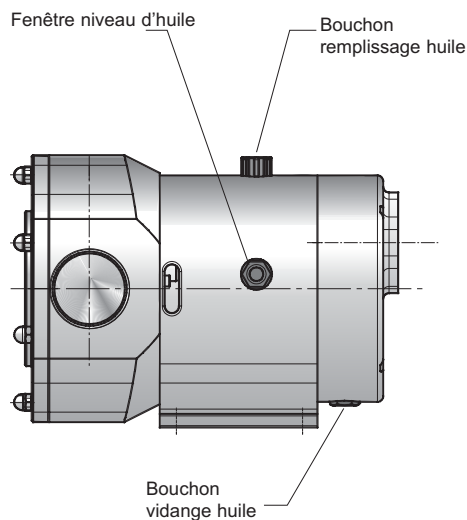

Figure 9
3. Revisser le bouchon de vidange **18**, voir figure 9.